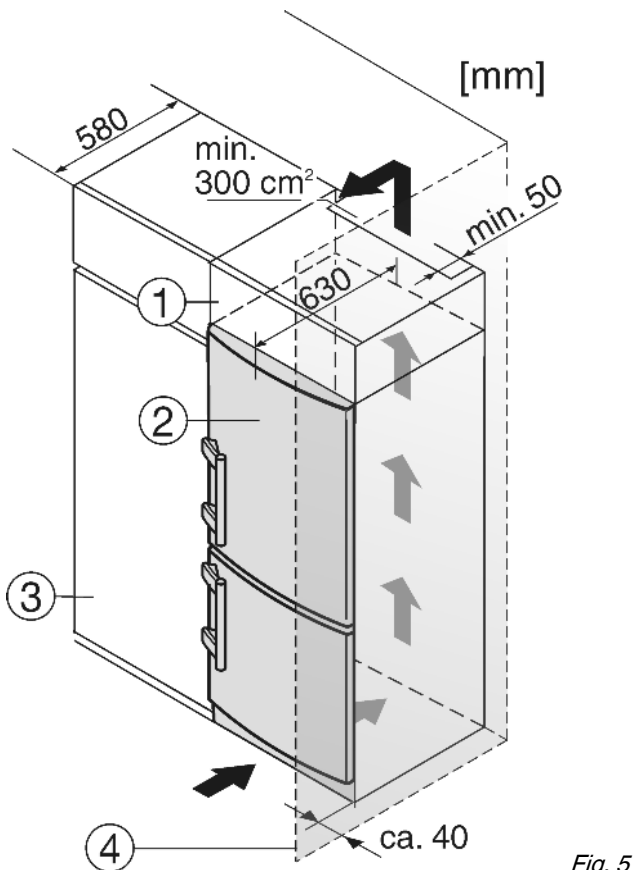

Fig. 5
- (1) Дополнительный шкафчик
(2) Устройство
(3) Кухонный шкаф
(4) Стенка
Устройство может быть окружено кухонными шкафами. Чтобы уравнять устройство Fig. 5 (2) по высоте с кухонной стенкой, можно установить над устройством дополнительный шкафчик Fig. 5 (1).
При комбинировании с кухонными шкафами (глубина макс. , 580 мм) устройство можно установить непосредственно рядом с кухонным шкафом Fig. 5 (3). Дверца устройства выступает по сторонам на 34 мм и по центру устройства на 50 мм относительно передней стенки кухонного шкафа. Поэтому ее можно свободно открывать и закрывать.
Если устройство установлено на шарнирах у стены Fig. 5 (4), то расстояние между устройством и стеной должно быть не менее 40 мм. Настолько выступает ручка при открытой дверце.